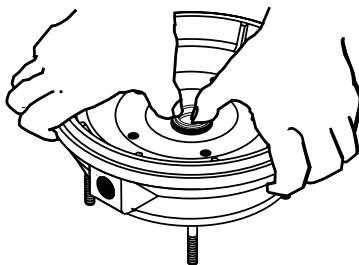

Figure 10
- Dévisser les quatre écrous de fixation de la moitié arrière de la pompe sur le moteur. Déposer la moitié rotative du joint en posant deux tournevis sous la moitié arrière du corps de la pompe et en forçant prudemment (voir la Figure 10). La moitié arrière
- Mettre une rondelle en carton propre sur la surface du joint (avec la pression des pouces, pousser fermement et bien d'équerre la moitié du joint en céramique dans la cavité du joint de la plaque d'étanchéité (voir la Figure 10). La surface polie du joint en céramique doit être orientée vers le haut. Si le joint ne repose pas adéquatement, le déposer et le poser sur un établi en orientant sa **surface supérieure** vers le haut. Nettoyer encore une fois la cavité. Le joint doit maintenant bien reposer.